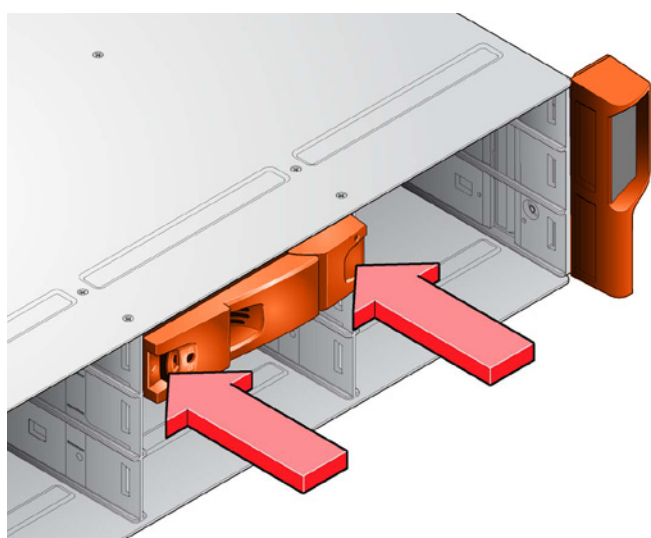

Figure 8 : Montage des lecteurs (NB : veillez à ce que les supports soient bien fixés dans le boîtier.)
**INFORMATIONS IMPORTANTES :** Veiller à ce que tous les supports de disque soient entièrement engagés dans le boîtier en poussant fermement chacun d'eux dans la fente (voir Figure 8).